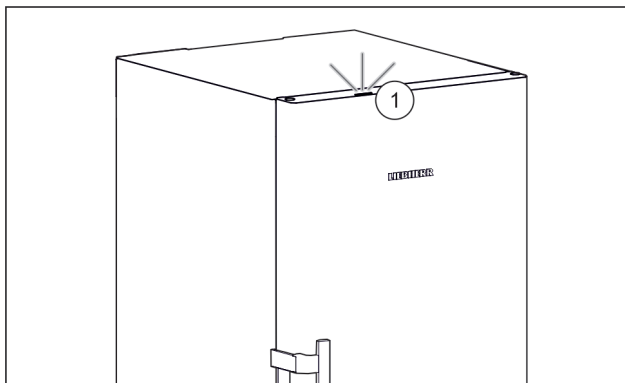

Fig. 36 Aktivné stavové svetlo pri zatvorených dverách
- ▷ Stavové svetlo Fig. 36 (1) je aktivované.